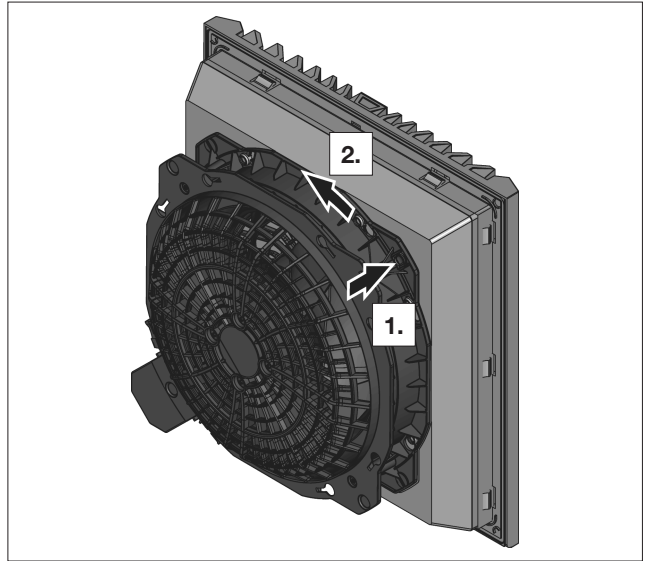

图 10: 解锁卡口式连接
- 按下风扇背面卡口式连接的解锁按钮（参见图 10）。它位于接线端子的对角。